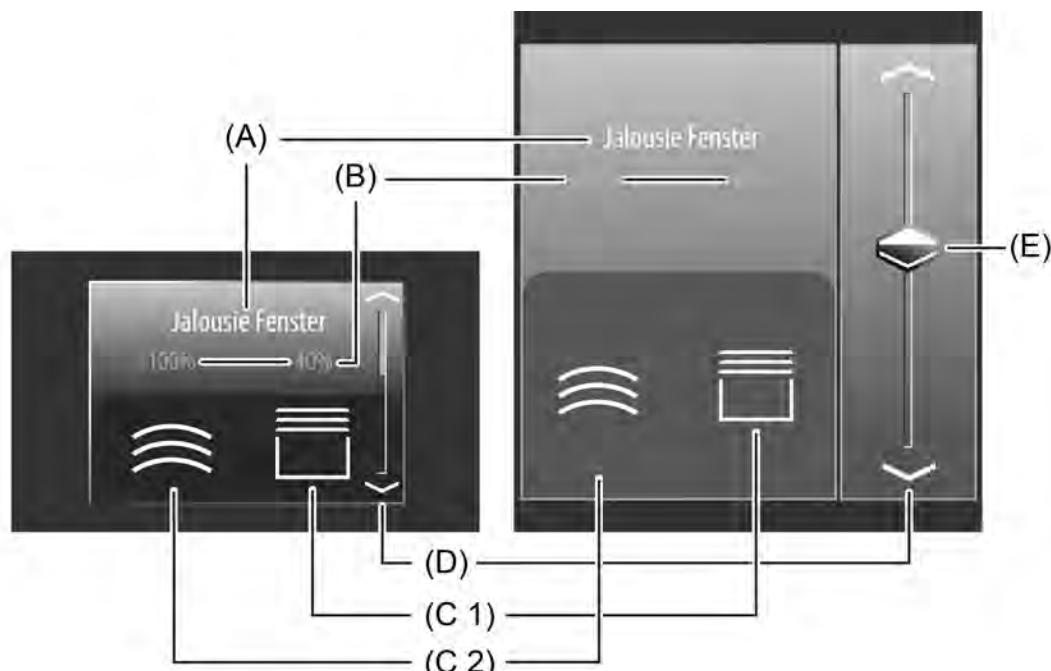

Bild 37: Beispiel für Bedien- und Anzeigeelement der Kanalfunktion "Jalousie/Rolllade (Position)" und der Beschattungsart "Jalousie"
Bei der Auswahlbedienung steht neben den Sensorflächen \swarrow / \searrow oder \langle / \rangle zur Positionierung in die Endlagen oder zur Wertverstellung zusätzlich ein Slider (E) zur Verfügung (Bild 37). Über den Slider ist es möglich, grafisch unterstützt direkt Positionen für Lamellen oder Behanghöhen, je nach Auswahl über die Statussymbole, vorzugeben. Dazu kann der Slider durch Fingerdruck gesetzt oder kontinuierlich gezogen werden. Zum Setzen des Sliders muss der Sliderbereich an der gewünschten Position mit dem Finger berührt werden. Der Slider springt dann unmittelbar an die gewünschte Stelle. Zeitgleich sendet das Gerät den auf diese Weise vorgegebenen Positions値 als Vorgabe auf den Bus aus.
Der Anzegebereich enthält verschiedene Darstellungselemente (Bild 37), die durch ETS-Parameter beeinflusst werden. Jedem KNX Kanal kann in der ETS eine Bezeichnung vergeben werden (A). Diese Text-Bezeichnung wird im Anzeigeelement zentriert zur Anzeige gebracht, wodurch steuerbare KNX Funktionen für den Anwender kenntlich gemacht werden (z. B. "Jalousie Fenster"). Zusätzlich kann unterhalb der Bezeichnung ein Statuswert (B) eingeblendet werden, der abhängig vom Objektwert der Positions-Rückmeldung des angesprochenen Jalousie- oder Rollladenaktors Positions値 im Klartext anzeigt ("0...100 %"). Solange nach einem Gerätereset noch kein Rückmeldungs-Objektwert empfangen wurde, zeigt der Statuswert "---" an.